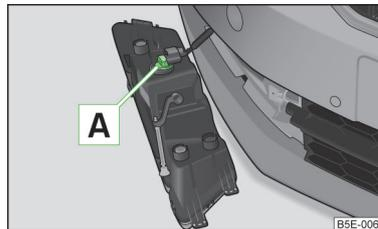

Abb. 217
- › Den Lampenhalter **A** » Abb. 217 bis zum Anschlag **entgegen dem** Uhrzeigersinn drehen und herausziehen.